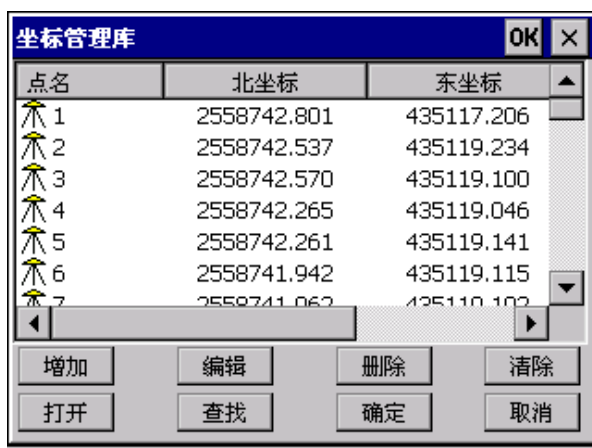

图 3-12 增加点的原始坐标
1. 从坐标管理库中调出记录的原始坐标(图 3-12)。单击“从坐标管理空中选点”出现如图 3-12：